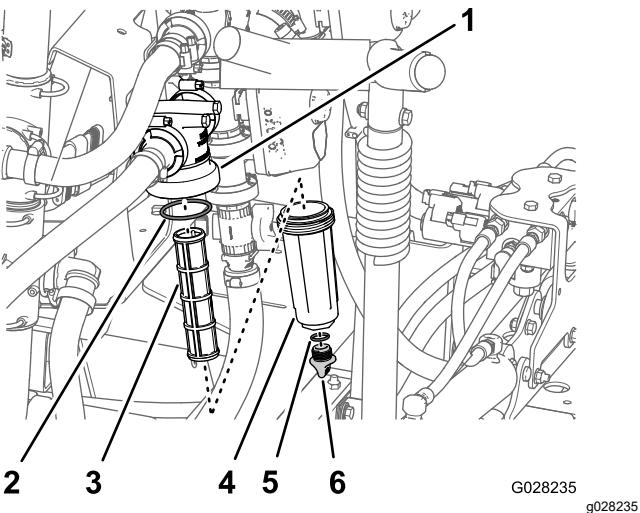

Bild 114
2. Stellen Sie eine Auffangwanne unter den Druckfilter (Bild 114).
3. Drehen Sie die Ablassschraube nach links und nehmen sie von der Glocke des Druckfilters ab (**Bild 114**).
4. Drehen Sie die Glocke nach links und nehmen sie vom Filterkopf ab (**Bild 114**).
5. Entfernen Sie den alten Druckfiltereinsatz (**Bild 114**).
6. Überprüfen Sie den O-Ring für die Ablassschraube (in der Glocke) und den O-Ring für die Glocke (im Filterkopf) auf Beschädigungen und Abnutzung (**Bild 114**).
7. Setzen Sie den neuen Druckfiltereinsatz in den Filterkopf ein (**Bild 114**).
8. Befestigen Sie die Glocke am Filterkopf und ziehen sie mit der Hand an (**Bild 114**).
9. Setzen Sie die Schraube in die Schale ein und ziehen Sie sie mit der Hand fest (**Bild 114**).